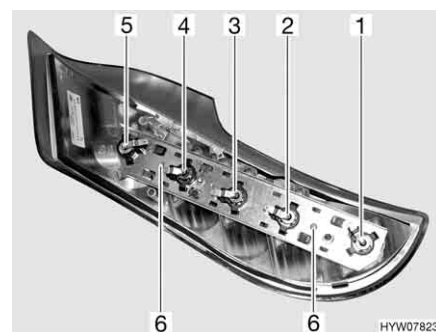

Fig. 184 Luci posteriori (lato posteriore)
- Svitare le due viti Torx (Fig. 184,6) del listello di supporto poste sul lato posteriore dell'involucro.